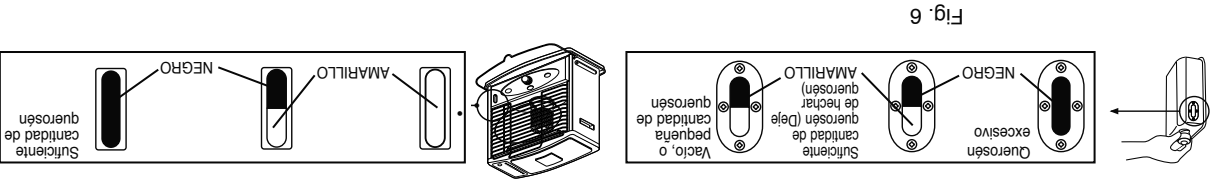

Fig. 6
**NOTA :** Llene el cartucho del tanque de combustible antes de que se vacíe completamente (vea fig. 6). No llene el tanque de combustible mientras el calentador este prendido o caliente.
**NOTA :** Apague el calentador de querosén y llene el tanque antes de que el combustible llegue al fondo del cartucho del tanque. (Fig 6.)